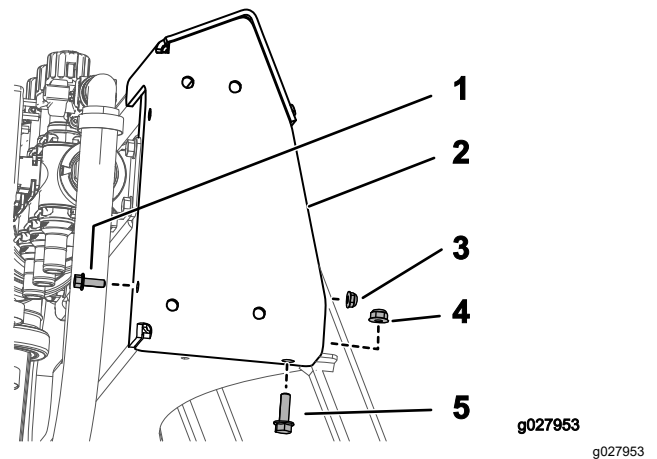

Figura 9
1. Monte el soporte superior usando 1 perno (1/4"-20 x 3/4"), 1 tuerca (1/4"-20), 1 perno autoblocante (5/16"-18 x 1") y 1 tuerca con arandela prensada (5/16"-18), según se muestra en Figura 9.